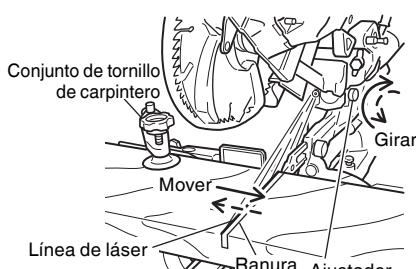

Fig. 20
(1) Encienda el marcador láser y efectúe una ranura de aproximadamente $3/16"$ (5mm) de profundidad en una pieza de trabajo de unos $25/32"$ (20mm) de alto y $5-29/32"$ (150mm) de ancho. Sostenga la pieza de trabajo ranurada mediante el tornillo de carpintero tal como está, y no la mueva. Para el trabajo de ranurado, refiérase a "11. Procedimientos de corte de ranuras" en la página 81.
(2) Luego, gire el ajustador y desplace la línea de láser. (Si gira el ajustador en el sentido de las agujas del reloj, la línea de láser se desplazará hacia la derecha y si lo gira en sentido contrario a las agujas del reloj, se desplazará hacia la izquierda.) Cuando trabaja con la línea de tinta alineada con el lado izquierdo de la hoja de sierra, alinee la línea de láser con el extremo izquierdo de la ranura. (Fig. 20) Cuando la alinee con el lado derecho de la hoja de sierra, alinee la línea de láser con el lado derecho de la ranura.
(3) Tras ajustar la posición de la línea de láser, trace sobre la pieza de trabajo una línea de tinta en ángulo recto y alinee la línea de tinta con la línea de láser. Cuando alinee la línea de tinta, deslice gradualmente la pieza de trabajo y asegúrela con el tornillo de carpintero en la posición en que la línea de láser coincide con la línea de tinta.